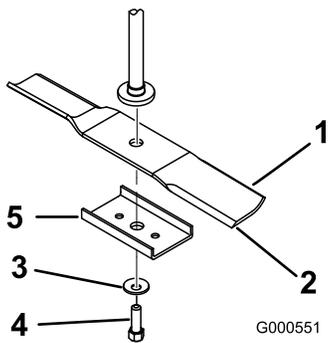

Figure 44
Tenez la lame à son extrémité avec un chiffon ou un gant épais. Enlevez de l'axe le boulon, la rondelle bombée, le renfort et la lame de l'axe (Figure 44).
- Montez le renfort, la rondelle bombée (face concave vers la lame) et le boulon de lame (Figure 44).
- Placez la lame sur l'axe (Figure 44).